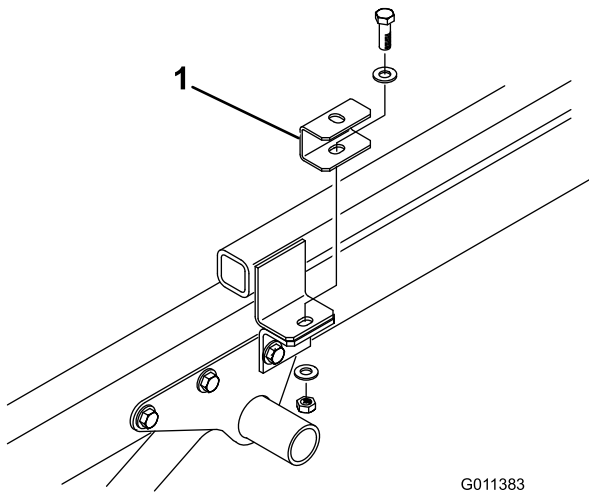

Figura 7
4. Sujete un espaciador a la parte superior de cada pestaña del bastidor de enganche con el tornillo de caperuza, las 2 arandelas planas y las contratuercas que retiró anteriormente (Figura 7).
5. Coloque la máquina sobre el bastidor del vehículo, alineando los taladros en los soportes de montaje traseros con los taladros a cada lado del bastidor (Figura 7).